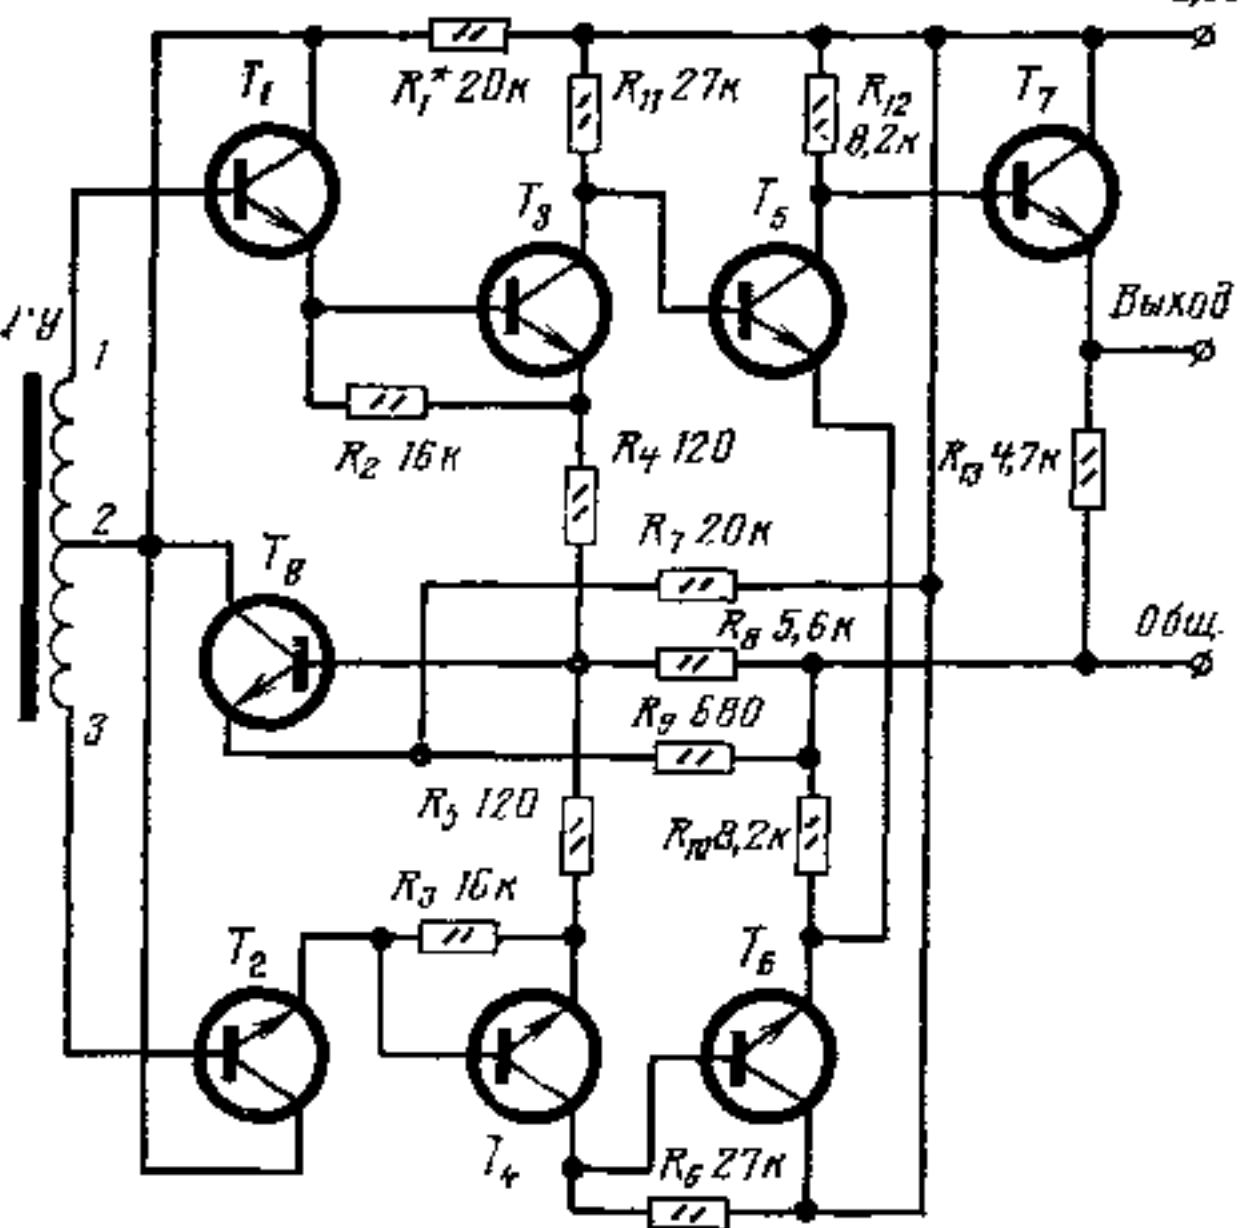

Рис. 7
**Предварительный усилитель воспроизведения для высококачественного магнитофона.** Принципиальная схема усилителя, выполненного на двух микросхемах 1ММ6.0, приведена на рис. 7. Он состоит из балансных каскадов па транзисторах  $T_1$ ,  $T_2$  и  $T_3$ ,  $T_4$ , каскада перехода к несимметричному выходу па транзисторах  $T_5$ ,  $T_6$ , эмиттерного повторителя па транзисторе  $T_7$  и модулятора синфазной помехи па транзисторе  $T_8$ .